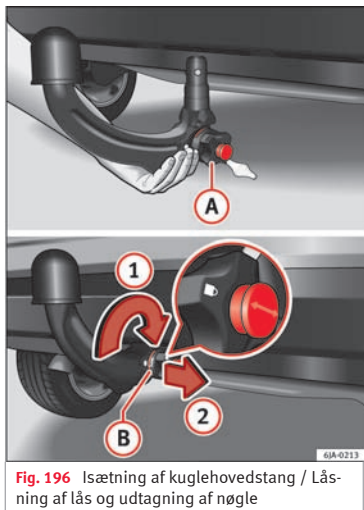
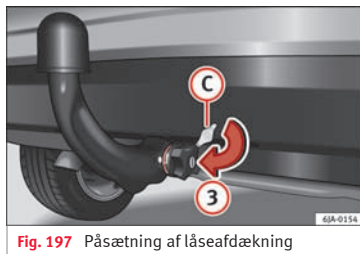

Fig. 196 Isætning af kuglehovedstang / Låsning af lås og udtagning af nøgle
Fig. 197 Påsætning af låseafdækning
- Hold fast i kuglehovedstangen nedefra » Fig. 196, og før den helt ind i bøsningen, indtil du kan høre, at den går i hak » Δ.
- Håndhjulet (A) drejer sig **automatisk** i modsat retning og tilpasser sig til kuglehovedstangen » Δ.
- Luk håndhjulets lås ved at dreje nøglen (B) helt mod højre i pilens retning (1) – pilen på nøglen skal pege mod symbolet “lås lukket”.
- Træk nøglen ud i pilens retning (2).
- Sæt afdækningen (C) på håndhjulets lås i pilens retning (3) » Fig. 197.